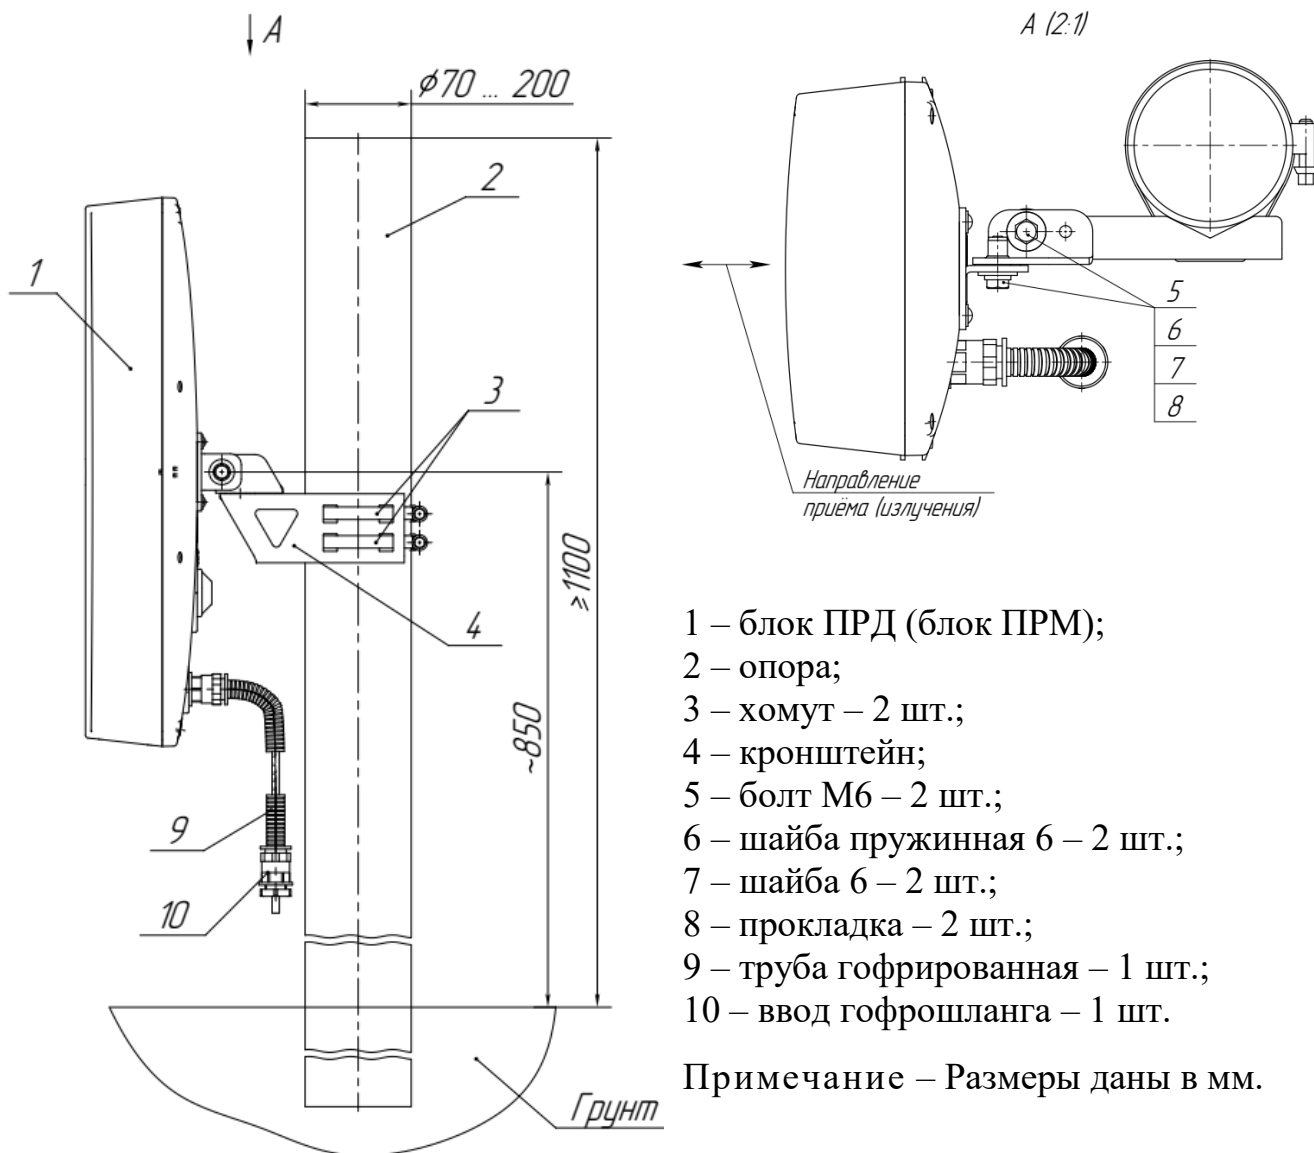

Рисунок 2.5 – Установка блока ПРД (блока ПРМ) извещателей «ФОРТЕЗА-М300-А», «ФОРТЕЗА-М500-А» на опоре
2.3.4.3 Установка блока ПРД (блока ПРМ) на кронштейне поз.4 (рисунок 2.5), состоящего из швеллера 2 и уголка 3, показана на рисунке 2.6.
- ослабить болты поз.5 (рисунок 2.5) блока ПРД и блока ПРМ извещателей «ФОРТЕЗА-М300-А», «ФОРТЕЗА-М500-А»;
затянуть болты поз.5 извещателей «ФОРТЕЗА-М300-А», «ФОРТЕЗА-М500-А» (см. рисунок 2.5).